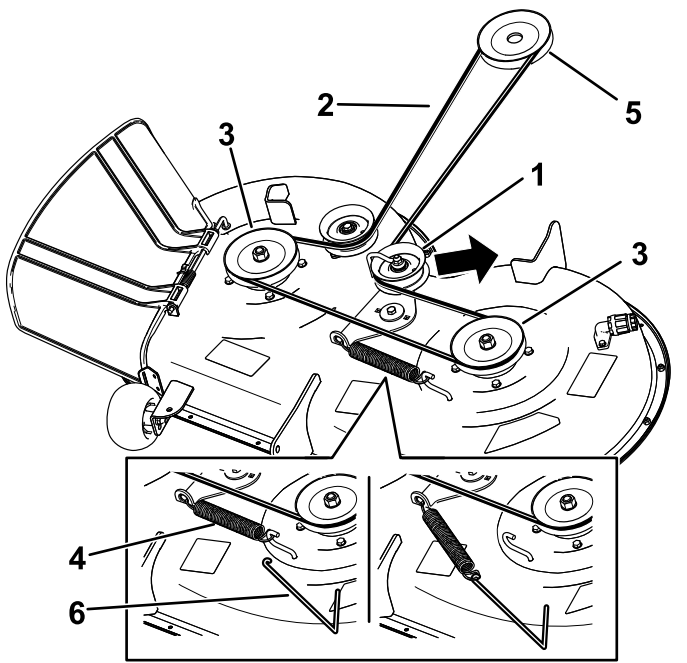

Figure 51
6. À l'aide d'un outil de dépose de ressort (réf. Toro 92-5771), décrochez le ressort du crochet sur le tablier pour détendre la poulie de tension et déchaussez la courroie des poulies (Figure 51).
7. Acheminez la courroie neuve autour de la poulie du moteur et des poulies du tablier de coupe (Figure 51).
8. À l'aide d'un outil de dépose de ressort (réf. Toro 92-5771), accrochez le ressort au crochet situé sur le tablier, afin d'exercer une tension sur la poulie de tension et la courroie du tablier de coupe (Figure 51).